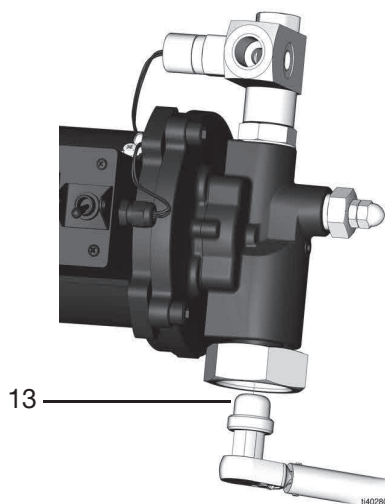

図 10
7. ポンプインレットから 3/4 インチ (19 mm) 六角レンチを使用して吸引フィルター (13) を取り外します (図 10)。
1. 3/4 インチ (19 mm) 六角レンチを使用して、吸引フィルター (13) をポンプインレットに設置します (30 ft-ポンド、40.7 Nm トルク) (図 10)。